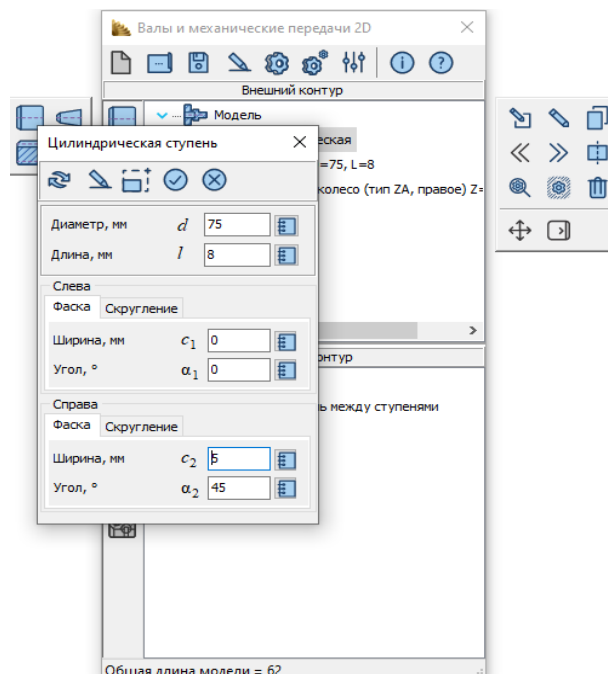

Рисунок 38 - Ввод параметров цилиндрической ступени
- Для завершения построения внешнего контура червячного колеса нажмите на инструментальной панели внешнего контура кнопку *Простые ступени – Цилиндрическая ступень*. В открывшемся окне задайте параметры цилиндрической ступени в соответствии с чертежом (ступица колеса справа): $d=75$ мм, $l=8$ мм, фаска справа – $5 \times 45^\circ$ (рисунок 38) и нажмите кнопку *OK* . На листе чертежа будет построено изображение цилиндрической ступени по указанным параметрам. На рисунке 39 показан результат построения внешнего контура червячного колеса.